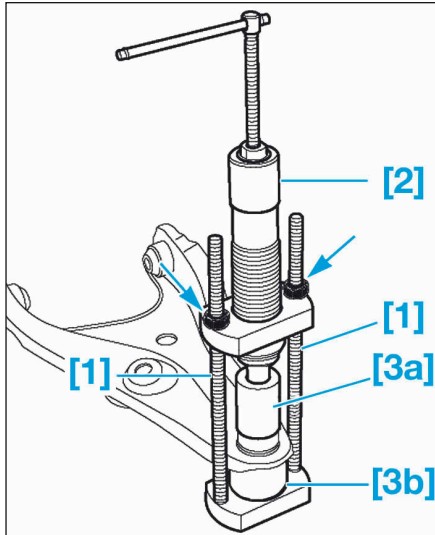
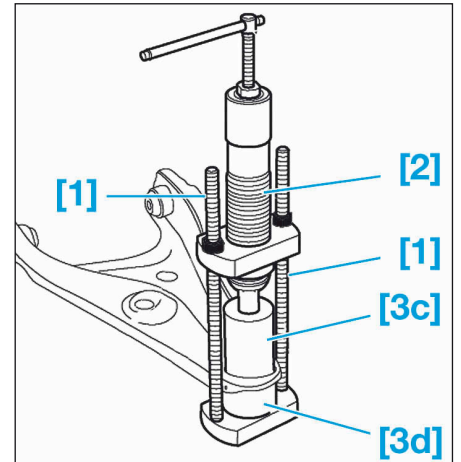

FIG.16
FIG.18
- [1]. Tiges filetées (Fig.16) et (Fig.18).
- [2]. Vérin (Fig.16) et (Fig.18).
- [3]. Coffret de douilles pour dépose et repose de la rotule de bras inférieur (référence : Tav. 1929) (Fig.16) et (Fig.18).
- Installer les outils [1], [2], [3a] et [3b] sur le bras inférieur (Fig.16).
- Installer les outils [1], [2], [3c] et [3d] sur le bras inférieur (Fig.18).
- Emmancher la rotule inférieure neuve (5) dans le bras inférieur (6) en actionnant l'outil [2] jusqu'à la mise en contact de l'outil [3d] avec le bras inférieur (6).